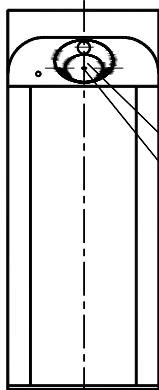
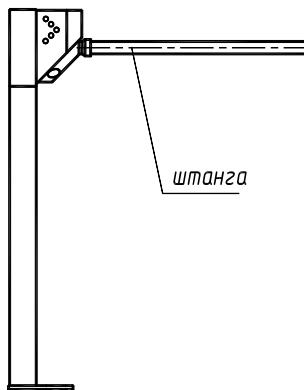

Рис.1
Рис.2
6.4 Установите штанги. Для этого снимите крышку поворотного механизма, открутив винт M5 (рис.1). Закрепите штанги болтами M10, входящими в комплект штанг. Для перевода штанги «антипаника» в положение «проход открыт» оттяните штангу в направлении А (от турникета) на 50-80мм и поверните ее вниз (рис.2).